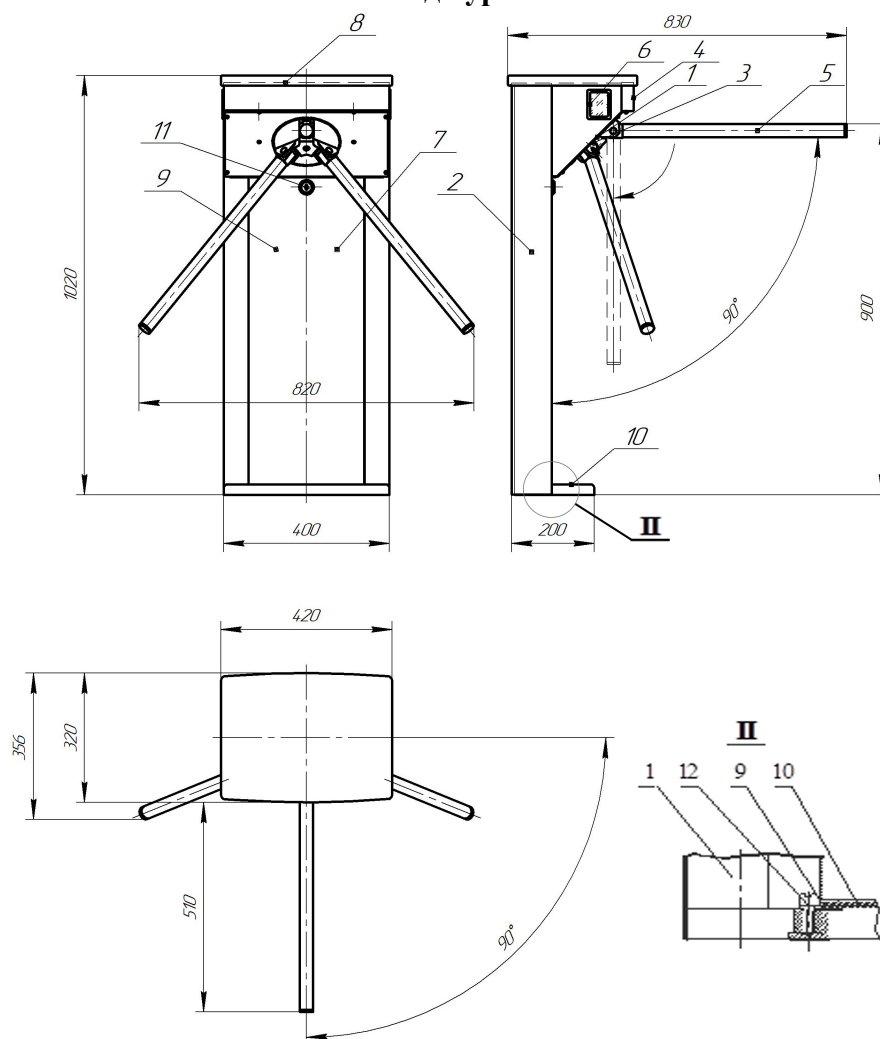

Рис.1
5.1. Турнікет (див. рис. 1) – це збірний металевий корпус, що складається з зварювального каркаса 1 і обшивки 2, в якому розміщені: агрегат турнікета 3, трипод 4 з трьома перегороджуючими штангами 5, індикатори 6 і блок управління 7. Зверху турнікет закривається кришкою 8. Для забезпечення доступу до плати управління, а також до місць кріплення кришки турнікета до корпусу і корпусу до підлоги, передня панель обшивки 9 і кришка основи 10 є знімними. При встановленні передня панель замикається замком 11, а фіксація кришки основи забезпечується гвинтом 12.